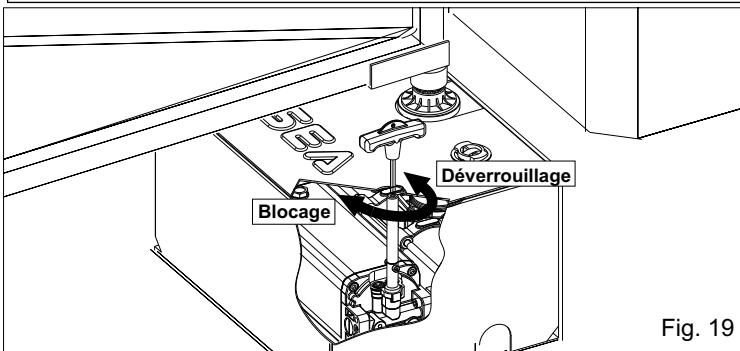

Fig. 19
- Insérer la clef dans le rallonge du déverrouillage et tourner la poignée d'environ 180° dans le sens anti-horaire (Fig. 19).